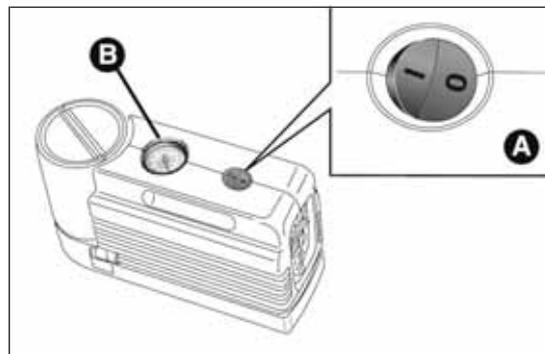

fig. 167
- ❑ asegurarse de que el interruptor A fig. 167 del compresor esté colocado en posición 0 (apagado), arrancar el motor, colocar el enchufe en la toma de corriente situada en el túnel central o en el maletero (para versiones/países donde esté previsto) fig. 168 y accionar el compresor desplazando el interruptor A a la posición I (encendido). Inflar el neumático de acuerdo con la presión indicada en el apartado "Presión de inflado" en el capítulo "Datos técnicos". Para obtener una lectura más precisa, se recomienda controlar el valor de la presión en el manómetro B con el compresor apagado;